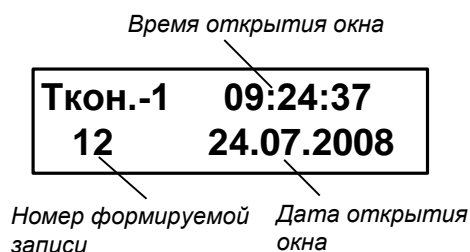

Рис. 4. Окно индикации «Ткон.-1» буферного накопителя.
4.4.3. Для просмотра содержимого буферного накопителя необходимо при отображении окна индикации **Время (текущ.)** (рис.3) нажать кнопку . После чего начинается отображение окна **Ткон.-1** (рис.4).